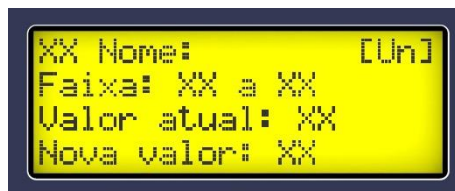

Figura 13: Tela de ajuste de parâmetro da função.
- Pressione as teclas ◀ ou ▶ até que tela de função seja apresentada, conforme ilustrado Figura 13;
- Pressione a tecla **ENTER** para habilitar a edição do valor atual conforme Figura 13.;
**AVISO:** Se o valor ajustado estiver fora da “Faixa”, a mensagem “Valor inválido” será mostrada na linha inferior, e a tela volta a ser exibida igual a Figura 13.